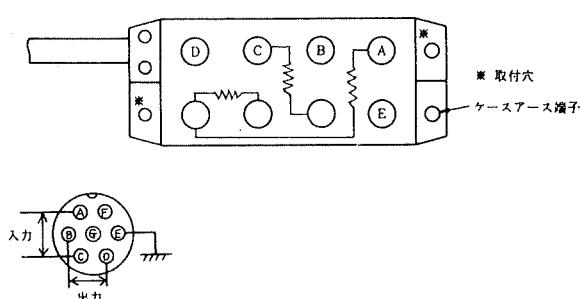

図 11
- b 固定する場合には図11に示す取付穴を利用してビス止めします。
- a コネクタの結線は図11に示すようにピン番号A,Cがブリッジ電源の供給で、B,Dが動ひずみ測定器への入力となります。Eはコモン端子です。